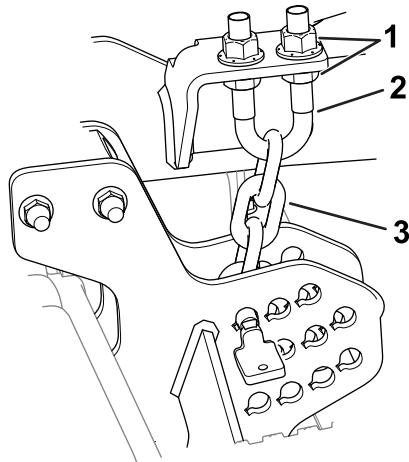

图 11
- 松开剪草高度链条 U 形螺栓顶部或底部的锁紧螺母 图 11。